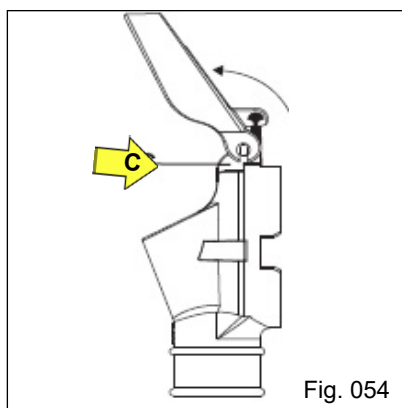
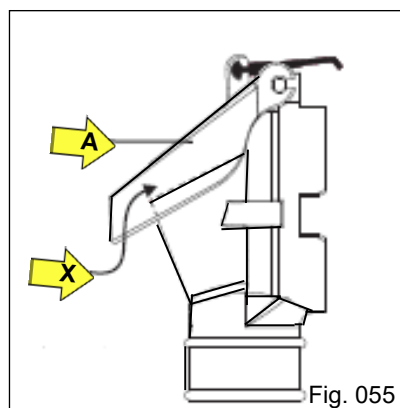

Fig. 054
Fig. 055
- Introduza a tampa até o final do canal e faça o giro da mesma (Fig. 054), observando a mesma posição nos dois lados dos pinos do bocal. Após gire até o batente “X” da face superior do bocal (Fig. 055).